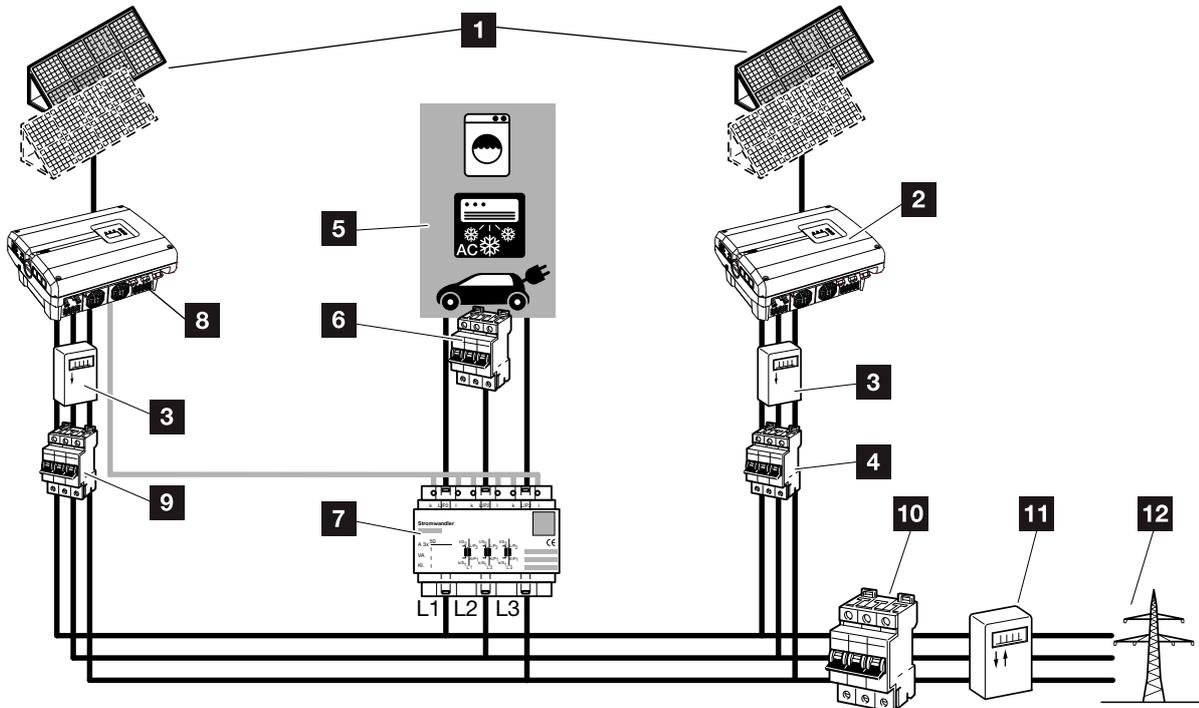
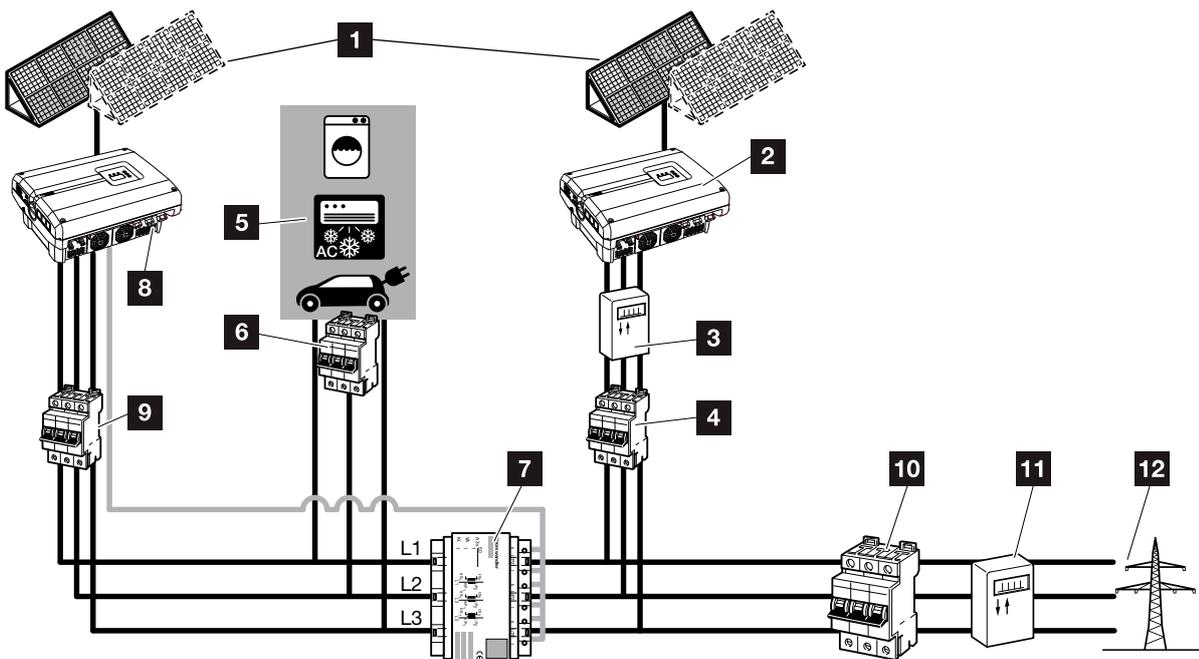

Fig. 73 : Raccordement de plusieurs onduleurs - Position capteur courant Mode 1 - Données de consommation domestique
Fig. 74 : Raccordement de plusieurs onduleurs - Position capteur courant Mode 2 - Données de consommation du réseau
2. Intégrer l'onduleur dans le système comme sur les figures  **Fig. 73, Fig. 74** et le raccorder correctement